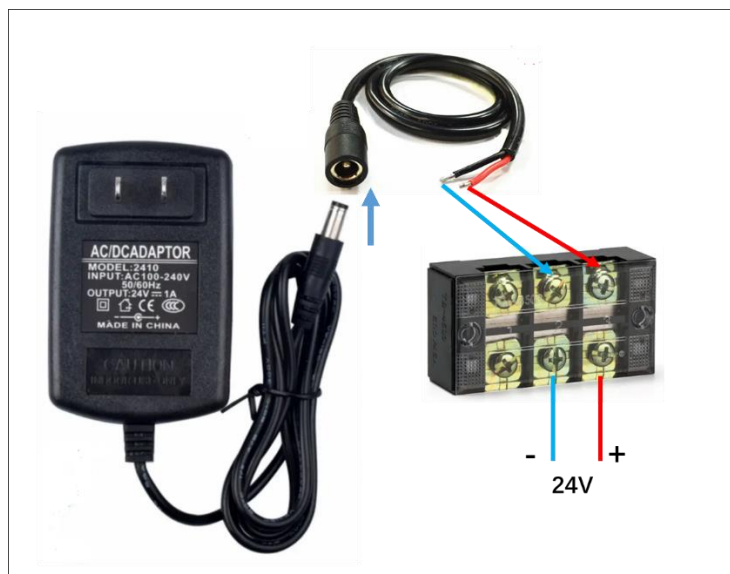

图 5.2.1 电源线引出电路
(1) 实验系统提供了两个 24V 电源适配器，为了进行电源线连接，根据电源线引出线路，如图 5.2.1 所示，建立两组电源引出电路。**注意：线路全部连接完毕，检查线路正确后再通电。**